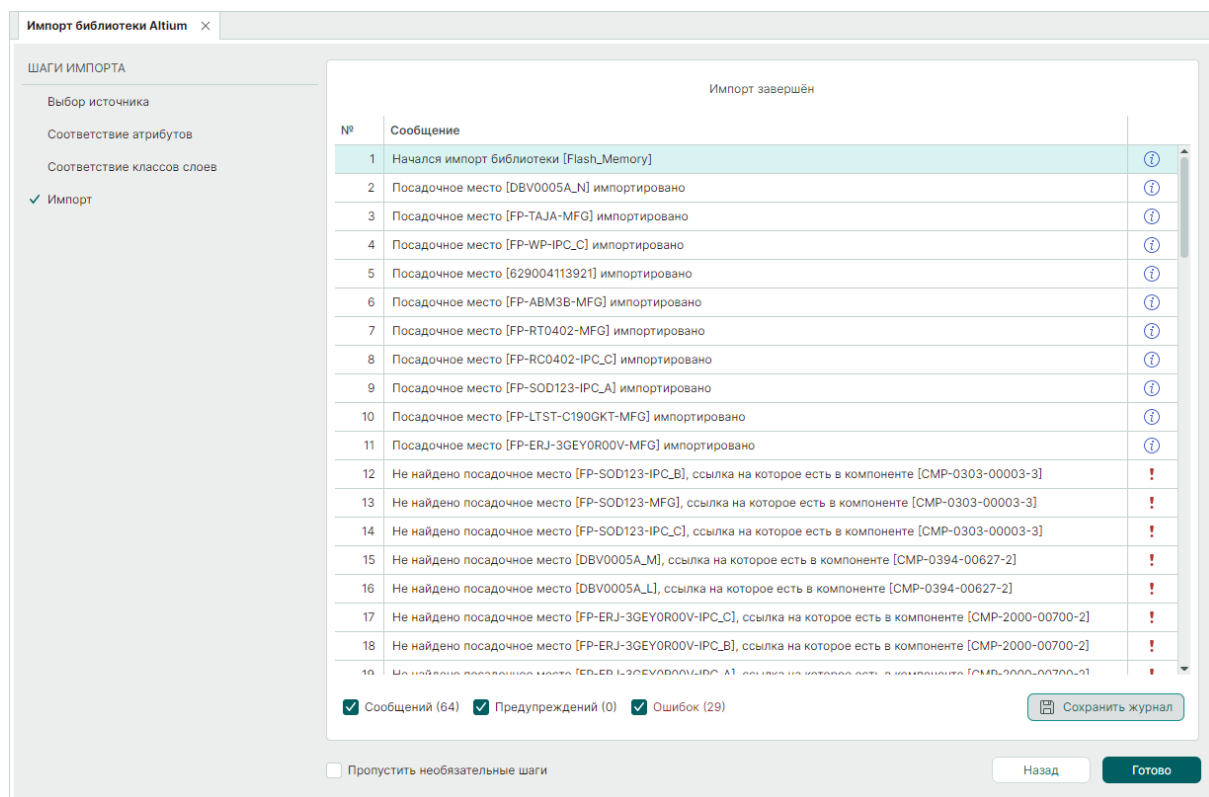

Рис. 13 Завершение импорта
7. По завершении импорта библиотеки в окне отображаются сообщения, см. Рис. 13.